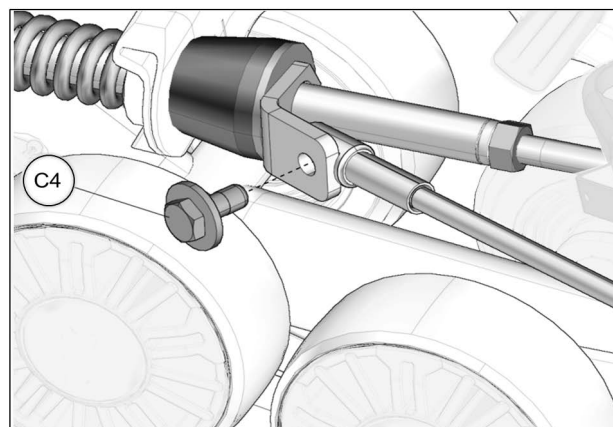

Fig. 38
22. Tourner légèrement le volant dans le sens contraire jusqu'à ce que le câble puisse être fixé à la plaque de support en utilisant le boulon (C4) fourni. Serrer à un couple de 35 Nm [24 lb•pi]. Voir la Fig. 38. Effectuer le même exercice du côté droit.